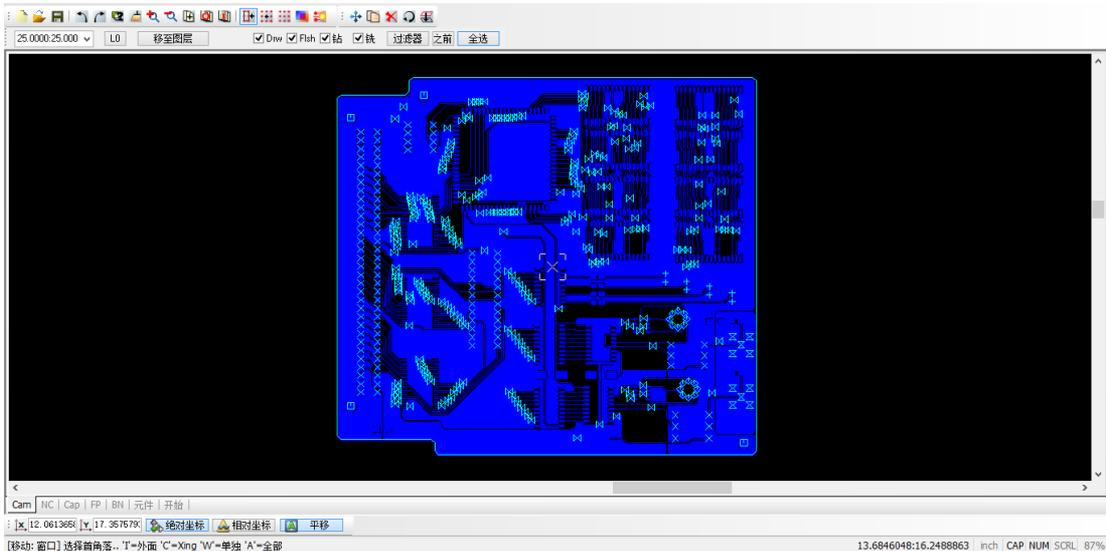

图 17-37 对齐之后的效果图
(11) 放大工作区域视图，然后选取与刚才选取钻孔层图形时相对应的位置，单击鼠标左键，然后单击鼠标右键完成对齐操作，对齐之后的效果如图 17-37 所示。